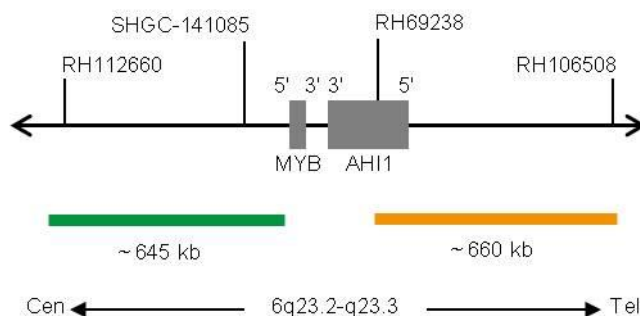

Fig. 1: SPEC MYB Mapa de la sonda (no está a escala)
- Polinucleótidos marcados en verde (excitación a 503 nm/emisión a 528 nm) ZyGreen (~10 ng/ μ l), dirigidos a secuencias localizadas en 6q23.2-q23.3* (chr6:134,840,690-135,483,752) proximales a la región del punto de ruptura de MYB (ver Fig. 1).
- Polinucleótidos marcados en naranja (excitación a 547 nm/emisión a 572 nm) ZyOrange (~4,5 ng/ μ l), dirigidos a secuencias localizadas en 6q23.3* (chr6:135,728,667-136,390,142) distales a la región del punto de ruptura de MYB (ver Fig. 1).